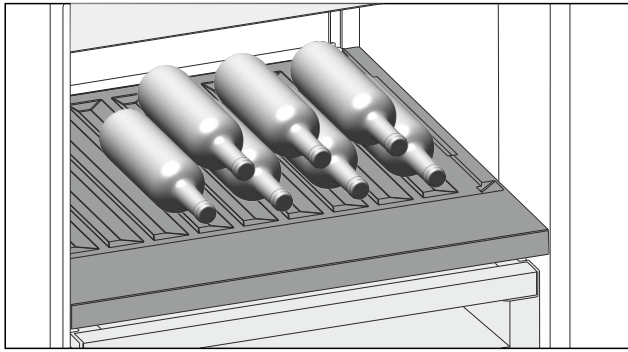

Fig. 131
- Flaschen mit dem Boden nach hinten zur Rückwand einlegen. (siehe Fig. 131)